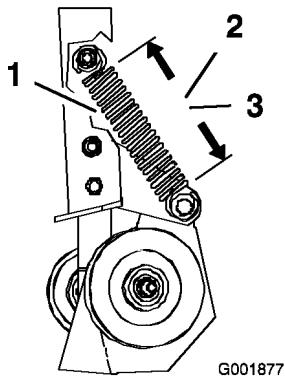
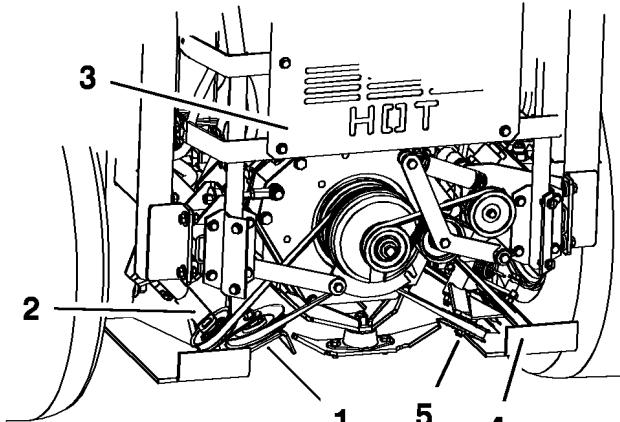

Bild 58
Bild 59
3. Messen Sie die Länge der Feder. Stellen Sie sicher, dass die Spiralen der Feder auf der federgespannten Spannscheibe die unten angegebenen Werte haben (Bild 58 und Bild 59).
- Wert für die linke Feder: $14,6 \pm 0,3$ cm (Bild 58).
- Wert für die rechte Feder: $14,0 \pm 0,3$ cm (Bild 58).
4. Wenn die Feder nicht den richtigen Wert hat, lösen Sie die Mutter, mit der die verstellbare Spannscheibe befestigt ist, damit Sie die Scheibe im Schlitz nach oben oder unten bewegen können (Bild 59).
5. Lösen Sie den Druck auf der federgespannten Spannscheibe (Bild 59).
6. Positionieren Sie die verstellbare Spannscheibe weiter unten im Schlitz und ziehen Sie die Mutter fest (Bild 59).
7. Stellen Sie sicher, dass die Spiralen der Feder auf der federgespannten Spannscheibe die unten angegebenen Werte haben (Bild 58).